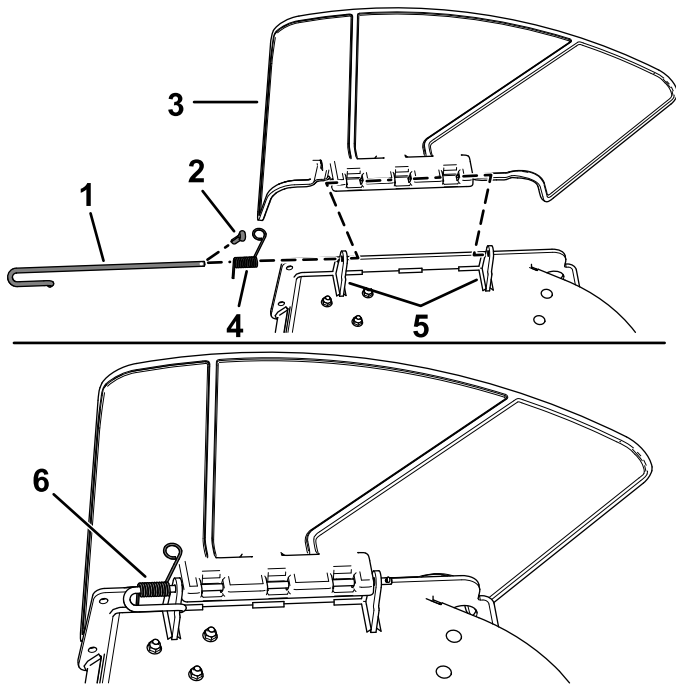

Figure 1
1. Retirez la goupille fendue (Figure 1).
2. Désengagez le ressort du cran dans le support de déflecteur et sortez la tige des supports soudés du tablier, du ressort et du déflecteur d'éjection (Figure 1).